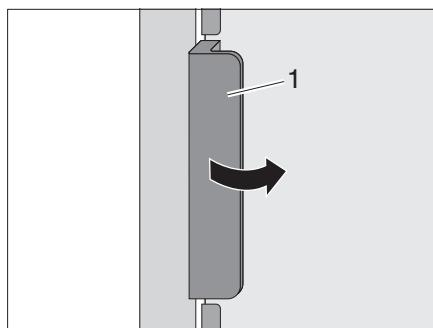
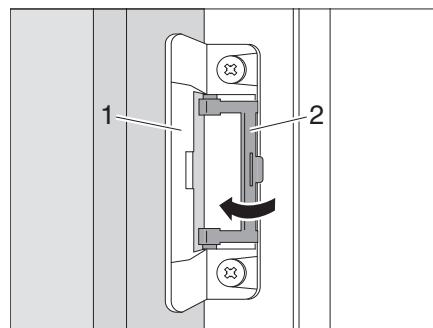

Fig. 363 Aprire la porta del frigorifero
Fig. 364 Arrestare la posizione di ricircolo d'aria
**Apertura:** ■ Aprire la porta del frigorifero tirando la maniglia (Fig. 363,1). Il bloccaggio (Fig. 364,1) si sblocca automaticamente.
■ Aprire l'arresto (Fig. 364,2).